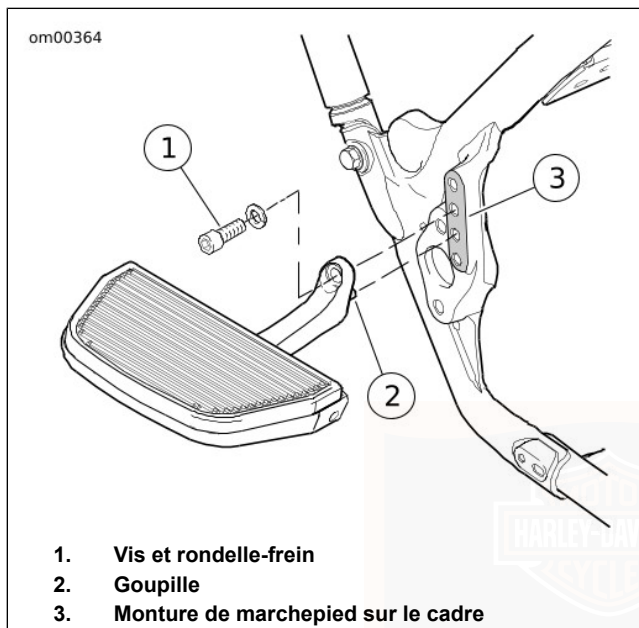

Figure 22. Marchepied du passager
1. Voir Figure 22. Déposer la vis à tête creuse avec la rondelle-frein pour libérer le support de marchepied de la monture de repose-pied dans le cadre.